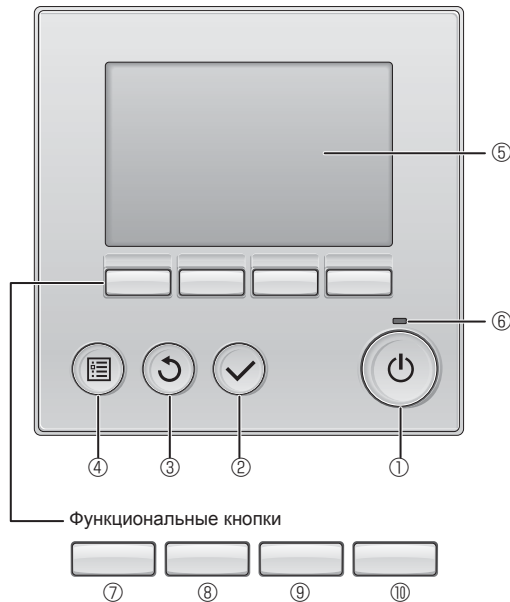

Fig. 6-1
6.2.1. С использованием проводного пульта дистанционного управления (Fig. 6-1)
① Кнопка [ВКЛ/ВЫКЛ]